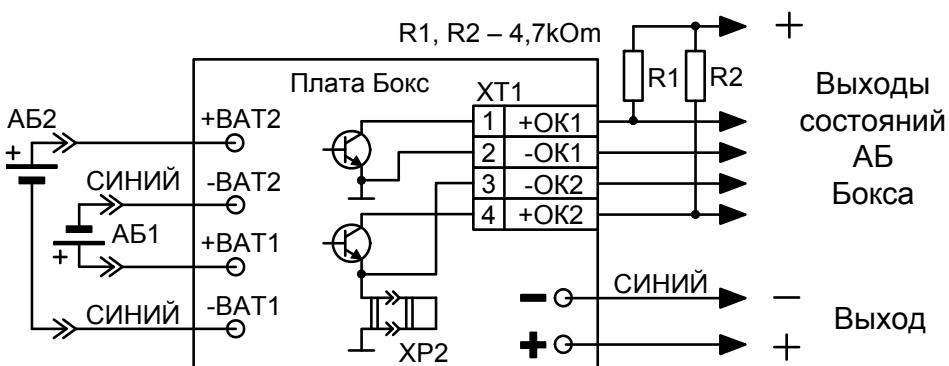

Рис.3
– с помощью двух выходов «ОК» (типа «открытый коллектор») при подключении к другим источникам питания и контролем состояния АБ Бокса внешними устройствами (схема подключения Рис.3). Максимально допустимые напряжение и ток коммутации выходов «ОК» – 30 В, 100 мА.
2.2.5 Порядок подключения к другим источникам питания и внешним устройствам (схема рис.3).
1) Подключить провода кабеля, идущего от интерфейсного разъема XT1 Бокса, к соответствующему клеммам внешнего контролирующего устройства (КУ) согласно схеме приведенной на Рис.3. Резисторы R1, R2 могут быть в пределах 4,7...30 кОм и выбираются пользователем в зависимости от характеристик (КУ), например, из состава ЗИП (КУ).
2.3.2 При подключении Бокса по схеме на рис.3 Бокс производит тестирование батарей по внутреннему алгоритму в автономном режиме. Состояние выходов ОК1 и ОК2 соответствуют таблице 1.